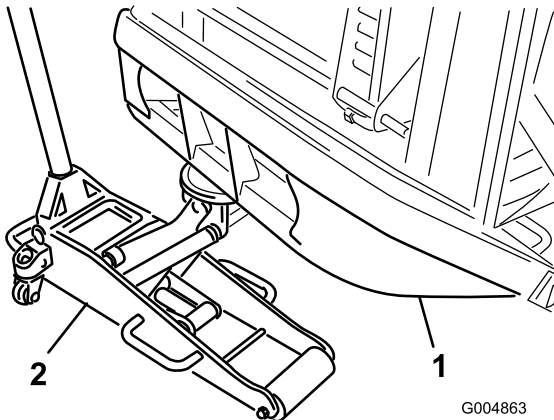

Figura 31
1. Coloque un gato de suelo apropiado debajo del tubo del parachoques trasero, y eleve los neumáticos traseros del suelo (Figura 31).